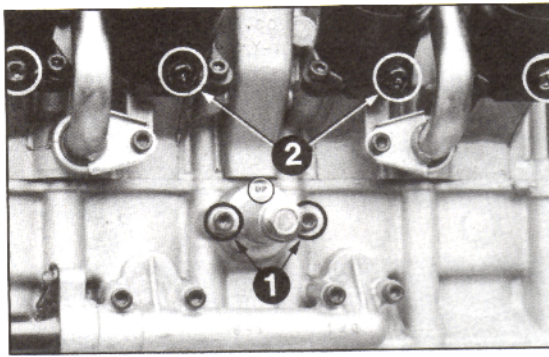

Bild 22
- Steuerkettenspanner an Zylinder-Rückseite abbauen (zwei Innensechskantschrauben SW 5), siehe Bild 22.